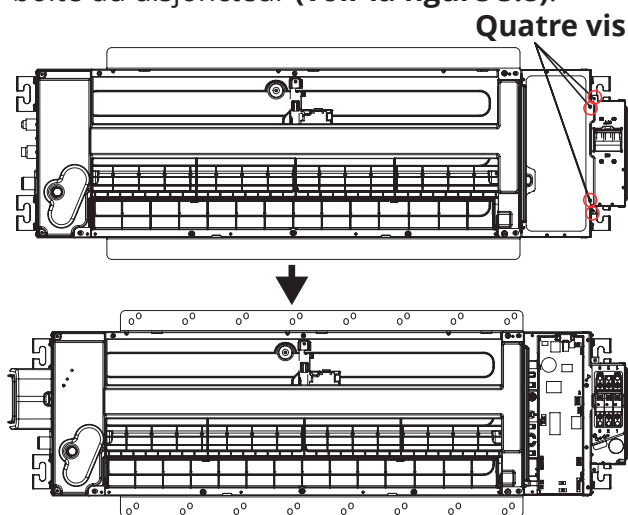

Figure 5.8
1. Retirez les quatre vis indiquées dans l'image ci-dessous. En les retirant, vous pourrez ouvrir et accéder au boîtier de commande intérieur et à la boîte du disjoncteur (voir la figure 5.8).